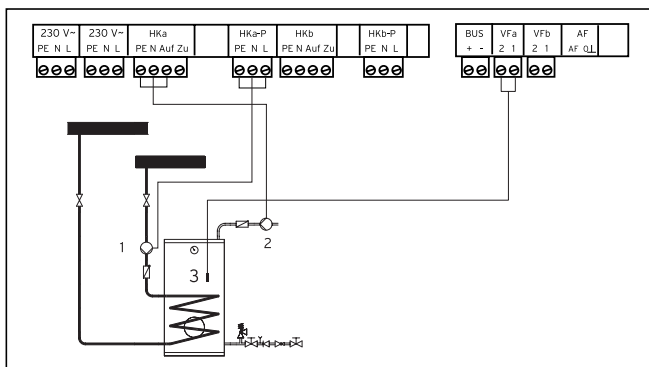

Fig. 4.2 Collegamento di un circuito di miscelazione come circuito di carica del bollitore
- Eseguire l'allacciamento come descritto nella fig. 4.2.
Legenda della fig. 4.2: